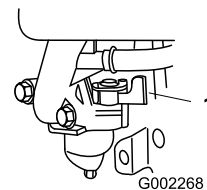

Figure 15
2. Ouvrez le robinet d'essence en tournant le levier vers la droite (Figure 15).